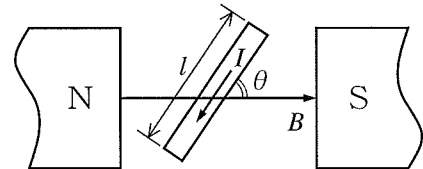

図4
- (2) 図4において、磁極N、S間の磁束密度が2 T、磁界中の導体に流れる電流 I が5 A、導体の長さ l が0.2 m であるとし、 θ が 0° 、 60° 、 90° のそれぞれの場合、導体に働く力 [N] の正しい組み合わせはどれか。